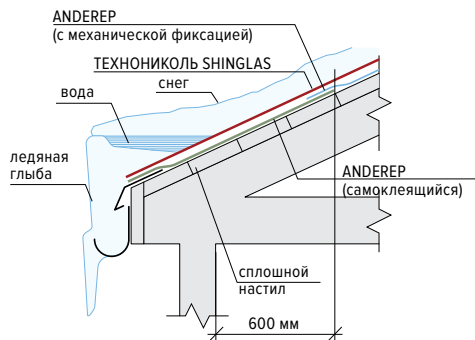

Рис. 8
ANDEREP PROF PLUS / ANDEREP GL / ANDEREP GL PLUS) (Рис. 8). Укладку материала ведут снизу вверх с нахлестом в продольном направлении 100 мм (для подкладочных ковров на органической основе типа ViCARD нахлест составляет 600 мм для углов наклона кровли до 30°, свыше 30° — 100 мм), в поперечном — 150 мм, раскатывая рулон параллельно карнизному свесу. В зависимости от типа подкладочного ковра производится его механическое крепление кровельными ершными гвоздями к основанию согласно ниже приведенным схемам:
- ANDEREP PROF — Рис. 8 а
- ANDEREP PROF PLUS — Рис. 8 б
- ANDEREP GL — Рис. 8 в
- ANDEREP GL PLUS — Рис. 8 г
Рис. 8 а
Рис. 8 б
Рис. 8 в
Рис. 8 г